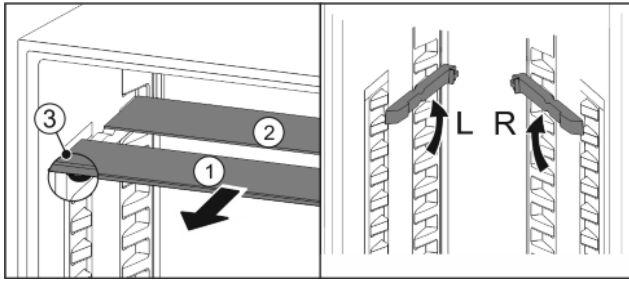

Fig. 23
- ▶ Посуньте Fig. 23 (1) скляну панель вперед.
- ▷ Скляна панель Fig. 23 (1) зі стопорами лежить спереду.
- ▷ Стопори показують вниз Fig. 23 (3).